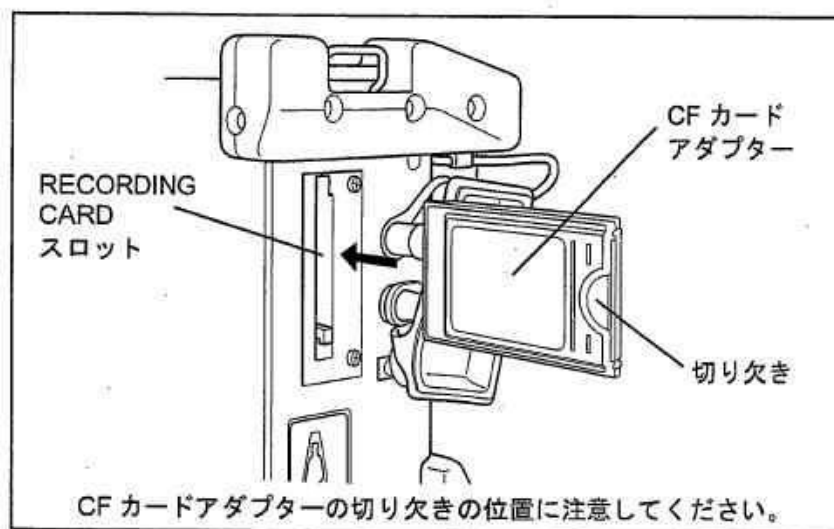

図 4.8
- RECORDING CARD スロットへの記録カードの装着は、必ず図 4.8 に示す方向で行ってください。図 4.8 に示す方向とは異なった方向で記録カードを装着した場合、記録カードおよび RECORDING CARD スロットが破壊されるおそれがあります。
IPLEX MXR 本体側面の RECORDING CARD スロットに OLYMPUS 指定の CF カードを CF カードアダプターに取り付けて装着します（図 4.8 参照）。